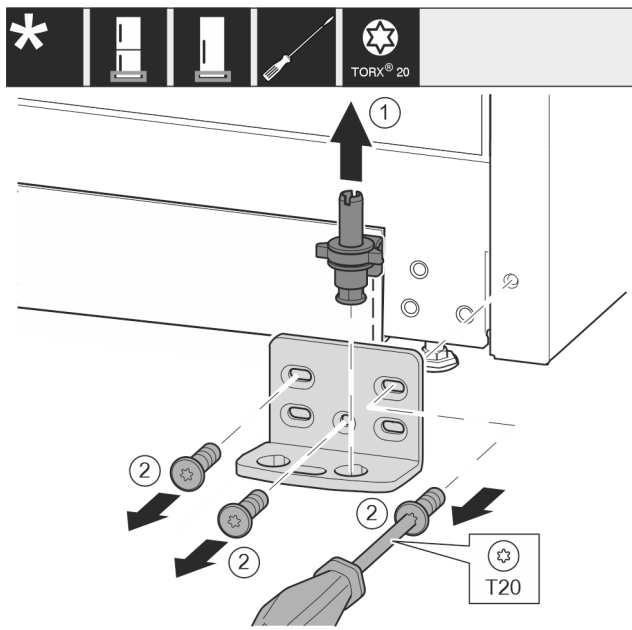

Fig. 15
- ▶ Ložiskový čap vyťahnite úplne nahor. Fig. 15 (1)
- ▶ Skrutky vyskrutkujte skrutkovačom T20 a odnímate ložiskovú konzolu. Fig. 15 (2)